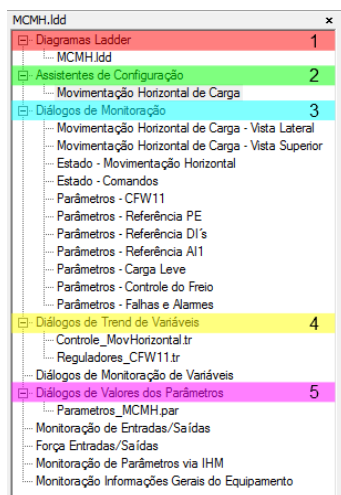

Figura 6.1 – Árvore do Projeto
Utilizando o software WLP é possível implementar ou alterar aplicativo ladder da aplicação Movimentação Horizontal de Carga, configurar os parâmetros através do Assistente de Configuração (2), monitorar parâmetros e variáveis através dos Diálogos de Monitoração (3), monitorar variáveis através dos Diálogos de Trend de Variáveis (4), e fazer o upload/download dos parâmetros do inversor CFW-11 através dos Diálogos de Valores dos Parâmetros (5). A figura 6.1 apresenta a árvore de projetos onde se encontram as funcionalidades citadas anteriormente.